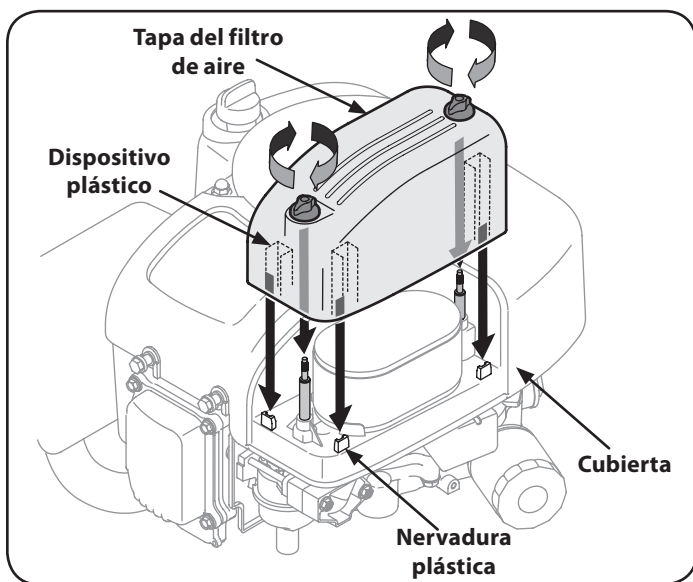

Figura 34
7. Sujete la cubierta del filtro de aire comprobando que queden alineadas las nervaduras plásticas de la cubierta con los dispositivos plásticos de la cubierta del filtro de aire. Vea la Figura 34. Gire los tornillos de orejetas en el sentido de las agujas del reloj hasta que queden ajustados. Controle si hay problemas de alineación.